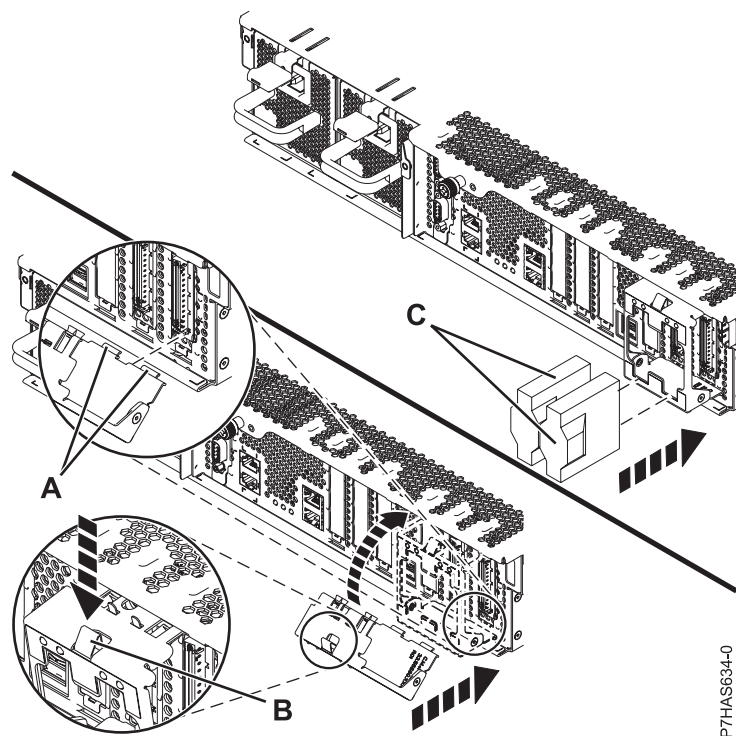

Figure 10. Remise en place du crochet de fixation de câble
8. Si le crochet de fixation de câble, illustré dans figure 10, à la page 13, est fourni, procédez comme suit :
- a. Afin de bloquer la patte inférieure dans l'emplacement du bloc, inclinez légèrement le support de câble **(A)** (voir la figure 10, à la page 13).